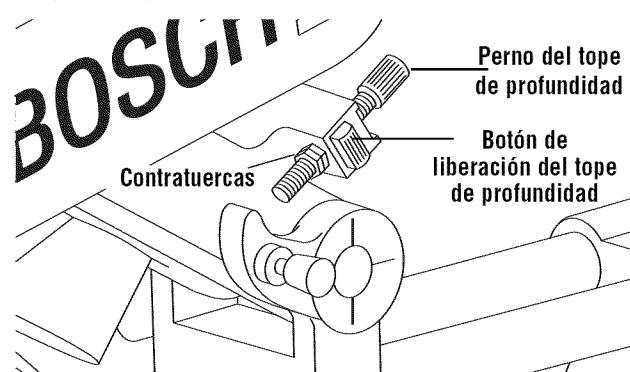

Figura 13. Ajuste de la profundidad
1. Afloje y gire las dos contratuerzas hasta justo arriba del extremo roscado del perno de tope de profundidad (Figura 13).
tuerca llegue al fondo de su marco de soporte (Figura 13).